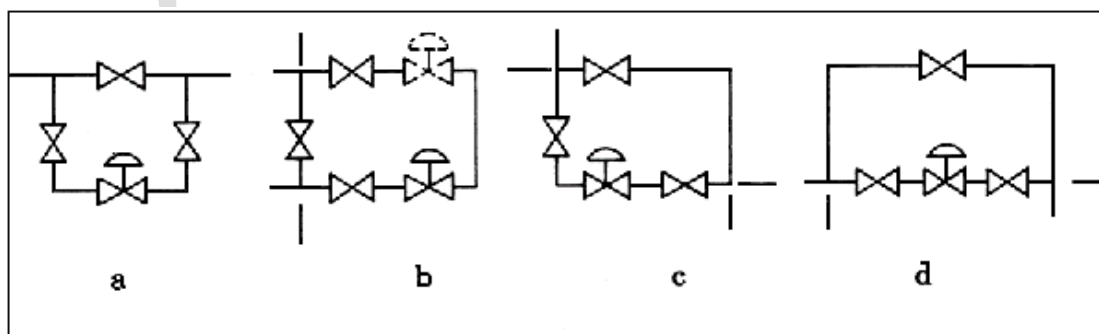

图3 旁路管道安装图例
(1) 安装调节阀总体上应考虑以下方面:
① 安全: 安装过程中人员和设备的安全。
② 控制性能: 配管系统压力损失应与计算调节阀尺寸时所考虑的压力损失一致,以保证所需的流量特性。进出口应尽量保证足够的直管段。
③ 安装位置: 应有足够的空间便于操作人员手动操作(包括旁路操作)以及保证调节阀和附件的就地拆卸和维修的可能性。
④ 调节阀组: 一般在工艺过程配管中均安装切断阀的旁路阀与调节阀配成阀组,以适应设备连续操作的需要。维修调节阀时用切断阀隔离。用旁路阀调节。下面图3中推荐调节阀组布置方式。